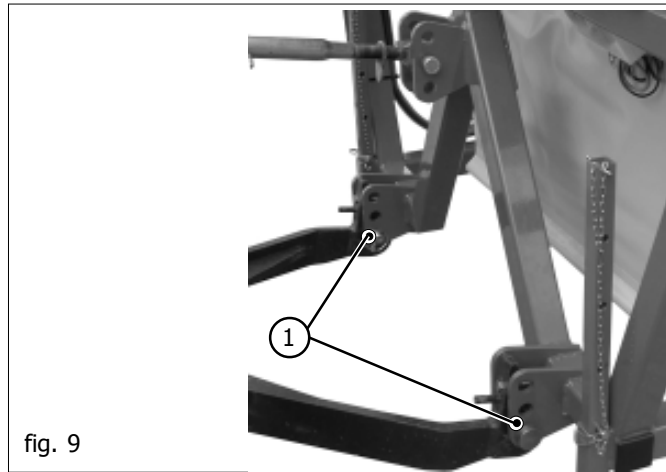

fig. 9
- 1) Accrocher les barres de l'élèveur aux pivots prévus à cet effet (1 Fig. 9). Bloquer par les goupilles à encliquetage.